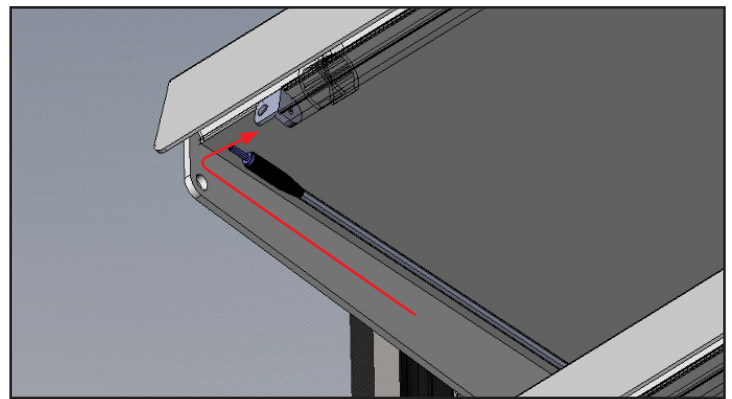

Abb. 2. Netzkabel in das LED-Modul stecken.
2. Ziehen Sie vorsichtig am Netzkabel und führen Sie es zum LED-Modul, das sich unter der Vorderlippe des Einschubbodens befindet. Siehe Abb. 2.